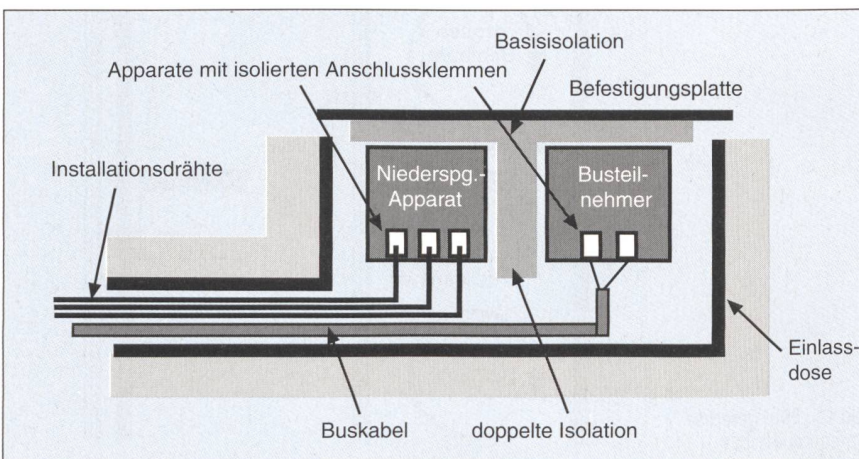

Bild 12 Normgerechte Montage von Niederspannungsapparaten
2. *Installation von Niederspannungs- und Kleinspannungsapparaten:* Niederspannungs- und Kleinspannungsapparate müssen für sich voll isoliert sein (2000 V, 50 Hz, 1 min). So darf beispielsweise ein loser «abgesprungener» Anschlussdraht kein stromführendes Teil des anderen Stromkreises berühren. Ein Beispiel für normgerechte Montage von Klein- und Niederspannungsapparaten zeigt Bild 12.